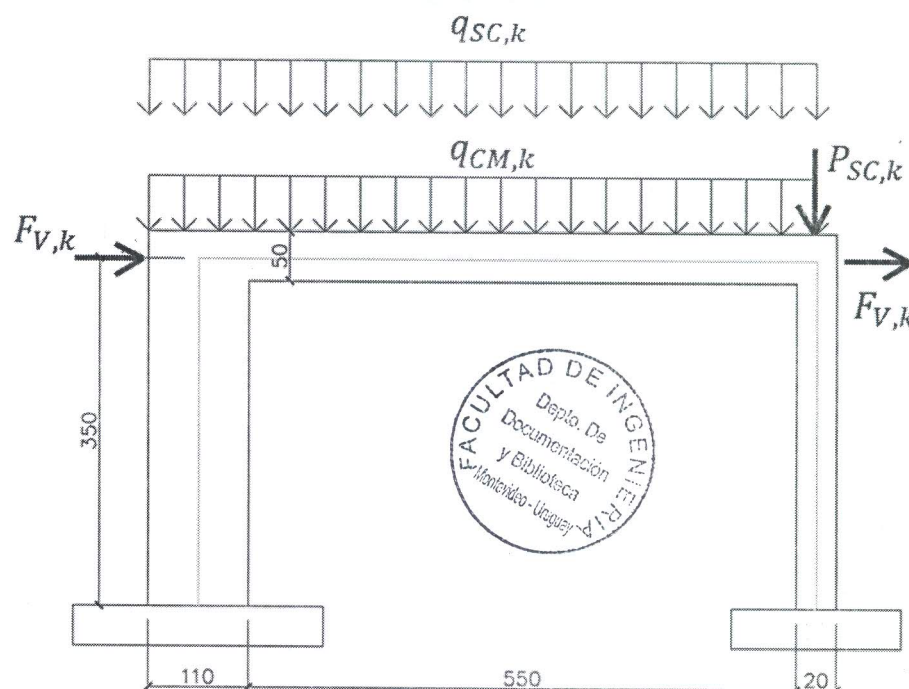
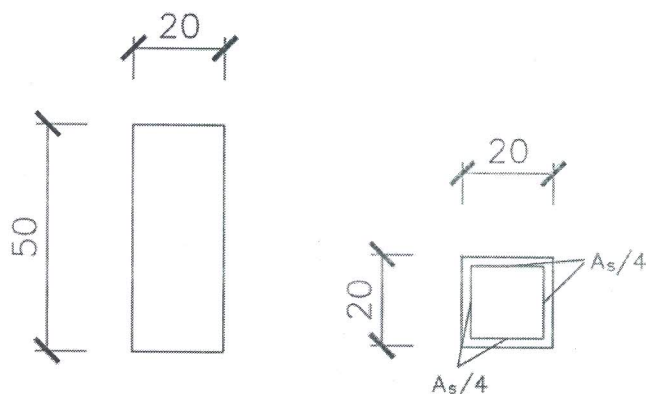

Figura 1: Esquema en alzado. Bordes de elementos en línea negra y ejes en línea gris (unidades en cm).
Figura 2: Corte transversal de viga y pilar derecho, con A_s área total de acero (unidades en cm).
La Figura 1 muestra esquemáticamente una estructura de hormigón armado sometida a acciones de viento de valor característico $F_{V,k}$, a una acción permanente de valor característico $q_{CM,k}$ que actúa uniformemente en la viga (e incluye el peso propio) y a una acción variable de sobrecarga de valor característico $q_{SC,k}$ que actúa uniformemente en la viga. También existe una carga puntual $P_{SC,k}$ que actúa sobre el eje del pilar derecho, vertical hacia abajo, y tiene el mismo origen que $q_{SC,k}$. Se quiere diseñar esta estructura para que los pilares no le transmitan momentos flectores a la cimentación ni al suelo (pilares articulados en extremos inferiores). Las secciones de la viga y pilar derecho se detallan en la Figura 2.
- Sin hacer cuentas y sin tener en cuenta los valores exactos de los momentos flectores, realizar un esquema de alzado (o puede utilizar la Figura 1) y representar las armaduras estructurales, en la viga y ambos pilares, que prevé colocar para satisfacer los ELU de flexión, cortante y anclaje. Justificar muy brevemente (una o dos líneas) por qué colocó las armaduras en cada elemento.
- Diseñar la armadura longitudinal y transversal del pilar derecho para satisfacer ELU de solicitaciones normales y de inestabilidad. Considerar el soporte articulado en su extremo inferior y un apoyo deslizante en el superior, con un recubrimiento mecánico **3 cm** (ver Figura 2).